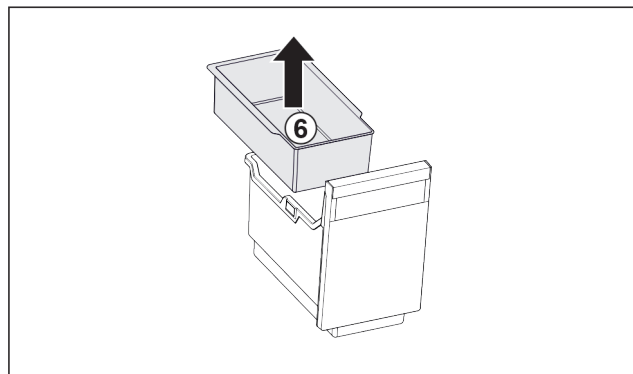

Fig. 118
- Izvadite ovjesnu posudu Fig. 118 (6).